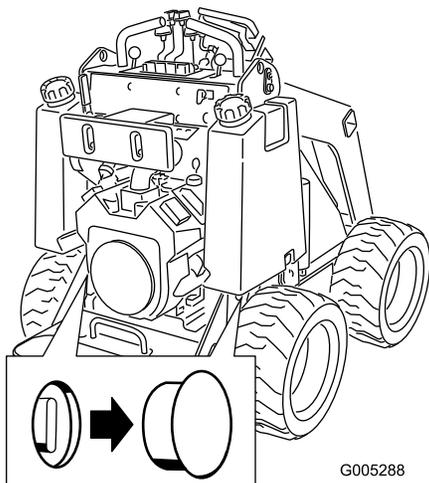

Рисунок 12
2. Снимите заглушки, закрывающие все буксировочные клапаны (Рисунок 12).